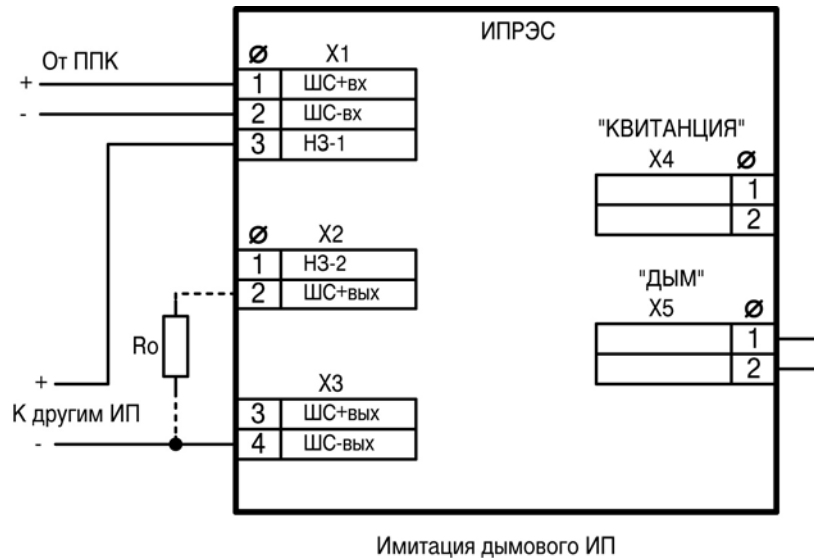

Рисунок. 6.3
6.8. Схема подключения извещателя в варианте 2 приведена на Рис.6.3.